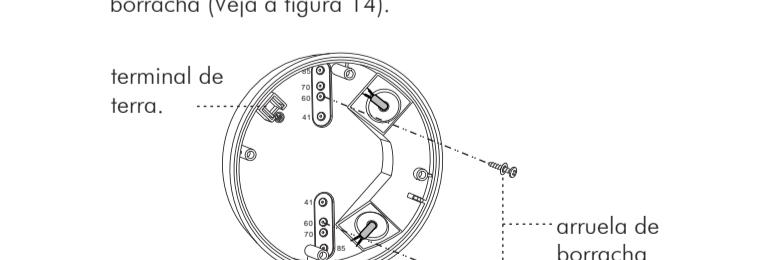

Figura 14
3.4.3.3 Escolha os conectores apropriados para fixar a caixa de junção KDP3/5 FP na superfície da placa com a ajuda de 2 parafusos para madeira, anexados com a ajuda de borracha (veja a figura 14).